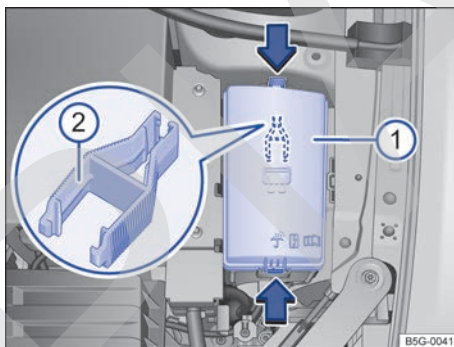

Fig. 226 En el vano motor: cubierta ① de la caja de fusibles con pinzas de plástico ②.
- Para desbloquear la cubierta de la caja de fusibles, presione las teclas de bloqueo en el sentido que indican las flechas → fig. 226 ①.
En el lado interior de la cubierta de la caja de fusibles del vano motor podría haber unas pinzas de plástico → fig. 226 ② para extraer fusibles.